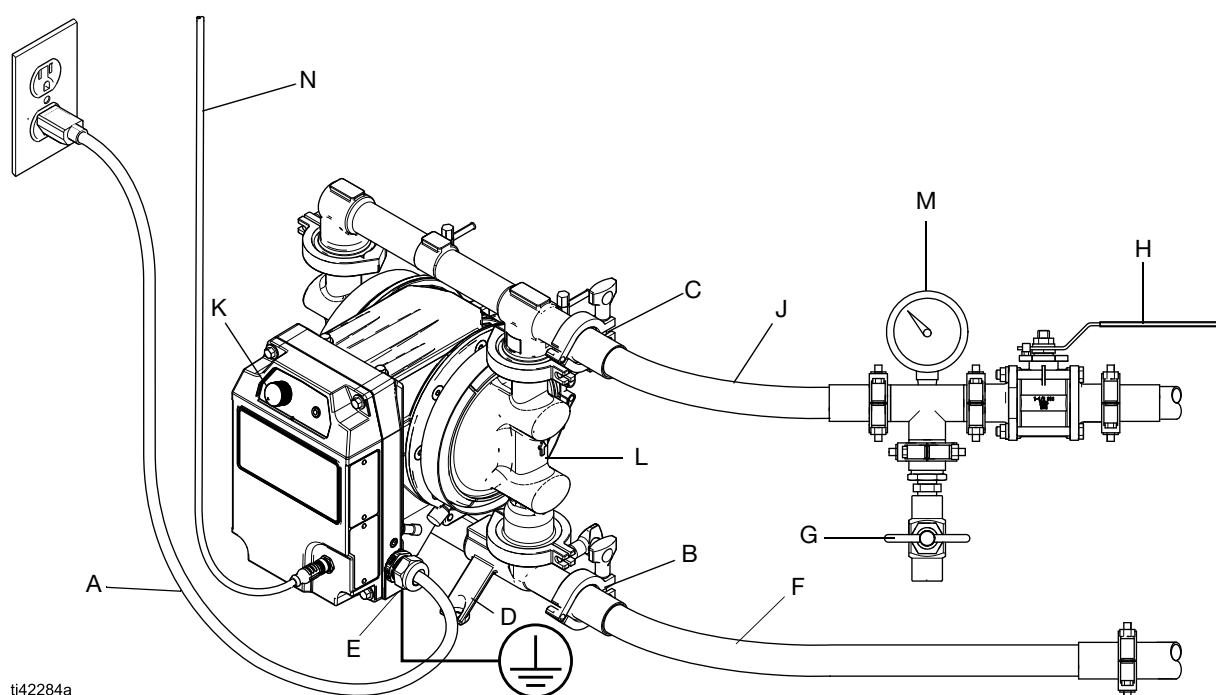
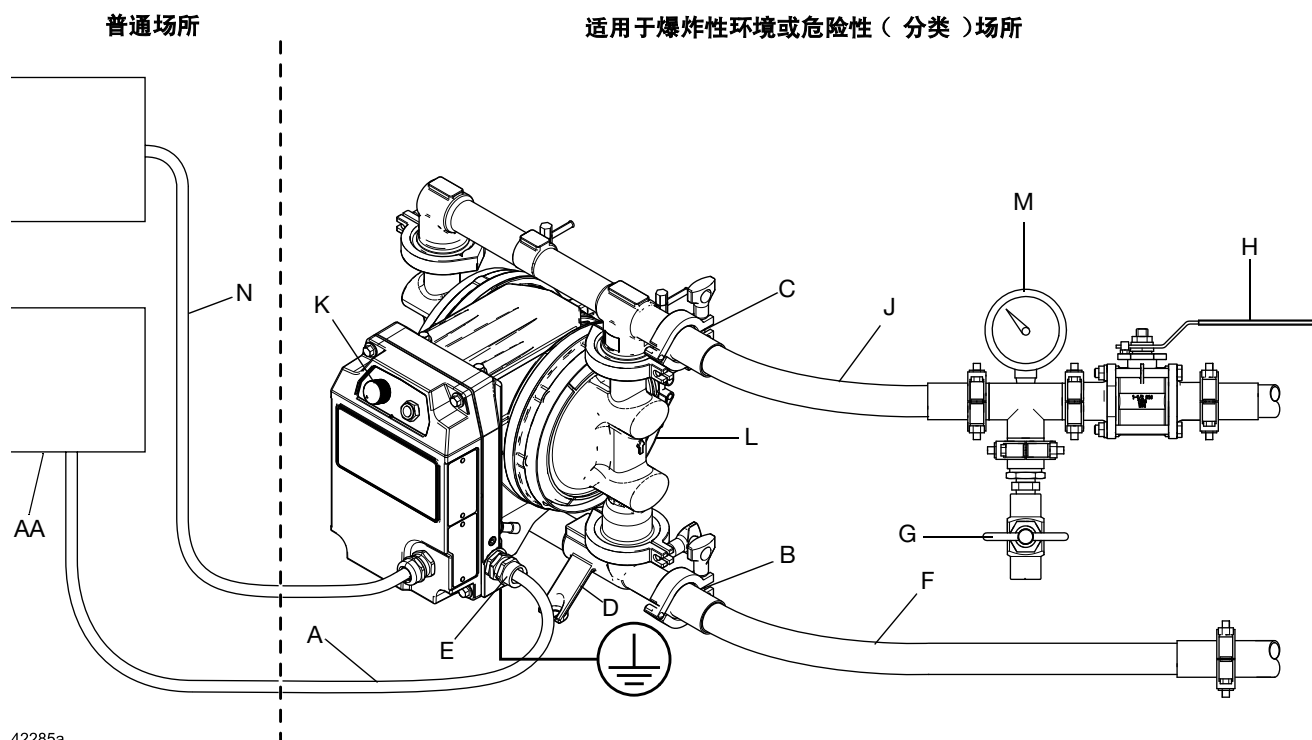

图 3：普通场所型号的典型安装（电线和插头连接）（所示为 h30 (QHC) 型号）
图 4：爆炸性环境或危险性（分类）场所的典型安装（硬接线永久连接）（所示为 h30 (QHC) 型号）
典型安装参见图 3 和图 4 该图仅作为选择和安装系统部件的指南。若需设计一套适合您特定需求的系统，请联系当地经销商以寻求帮助。始终使用固瑞克原装零件和附
注意：为正确填料，确保流体出口 (C) 安装在高于流体入口 (B) 的位置。请参见图 3 和图 4。
2. 将流体排放阀 (G) 安装在流体出口附近。请参见图 3 和图 4。
必要时使用转换接头，以图 3 和图 4 所示的顺序安装以下附件。